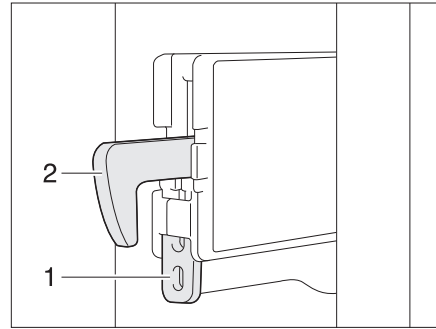

Fig. 219 Fixation crochet de verrouillage
- Pousser la fixation (Fig. 219,1) vers le haut. Le crochet de verrouillage (Fig. 219,2) est pressé vers le haut, il est mis hors fonction.
- Appuyer vers le bas sur le crochet de verrouillage (Fig. 219,2). Le crochet de verrouillage est de nouveau en fonction.